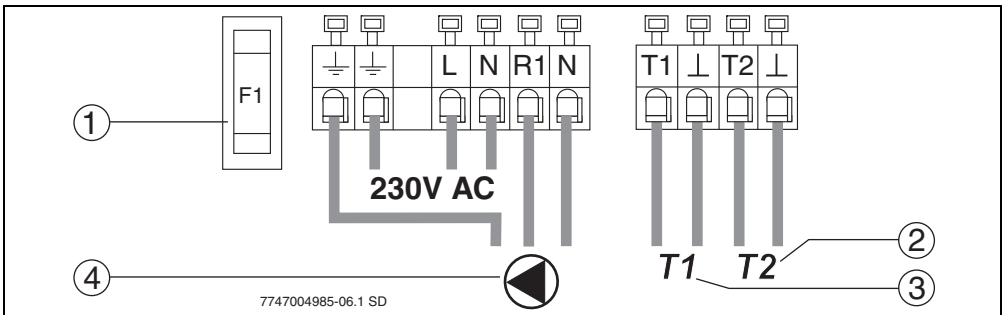

Bild 12 Anschlussplan
- ▶ Leitungen gemäß Anschlussplan (→ Bild 12) und Anwendung des Reglers (→ Tab. 1, Seite 4) anschließen.